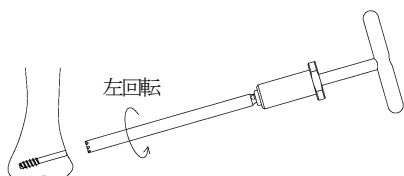

図 7
- 3) 抜去中、40CCS のスクリューヘッドが折損してしまった場合は、ハローリーマー3.5～4.0mm スレッド用でスクリュー周囲全域の骨を削ってスクリューを取り除いて下さい。(図 7)